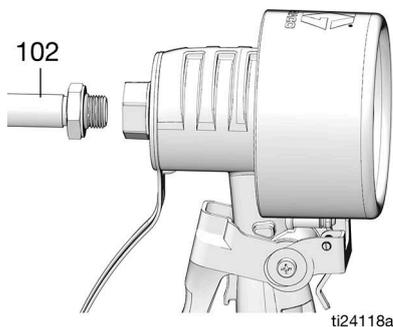

FIG. 5
**NOTA:** No utilice cinta de PTFE ni sellante en las roscas de la extensión (102). Esto podría causar fugas en el accesorio de conexión.
- b. Enrosque la extensión (102) en el alojamiento del medidor, como se observa en la FIG. 5, hasta que toque fondo.